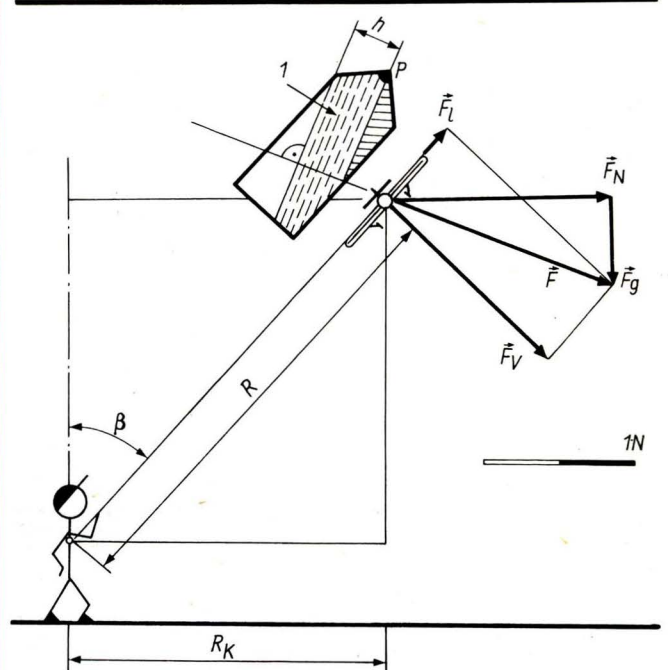
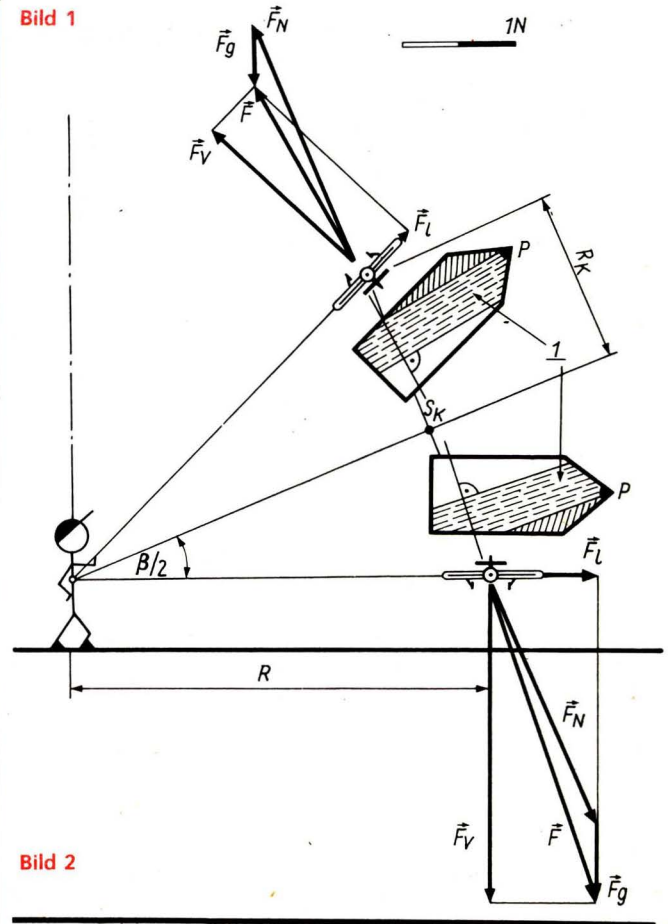

Bild 1
Bild 2
Betrachten wir Bild 1, so wird ersichtlich, daß unter der Wirkung der Kraft  $\vec{F}$  das Tankvolumen in zwei Teile aufgeteilt wird. Nur der Treibstoff, der sich im Bereich 1 befindet, kann bezüglich des Entnahmepunktes P dem Motor zugeführt werden. Das führt dazu, daß der Motor (trotz im Tank vorhandenen Treibstoffes!) im Steilkreis eher ausgehen wird als im Horizontalflug. Diesen Effekt macht man sich oft im Kunstflug zunutze, indem man das Modell auf maximale Höhe bringt und somit abschaltet, um das gegebene Zeitlimit einzuhalten.
$\rho$  ist die Dichte des Treibstoffes,  $h$  entspricht der Höhe zwischen dem Kraftstoffspiegel und dem Entnahmepunkt P. Vergleicht man Bild 1 mit Bild 2 in mbh 10'84, so stellt man fest, daß sich die Höhe  $h$  wesentlich verringert hat und somit der Druck reduziert wird. Da die Saugleistung des Motors als konstant angenommen werden kann, wird bei abnehmendem Treibstoffdruck eine geringere Kraftstoffmenge gefördert; der Motor „magert“ ab. Wir beachten diesen Umstand, indem wir den Motor für den Horizontalflug überfettet einstellen, damit er im Steilkreis unter optimalen Bedingungen läuft.
Um Rückschlüsse auf die Leinenspannung zu ziehen, zerlegen wir die Kraft  $\vec{F}$  bzw. die Beschleunigung  $\vec{a}$  in zwei Komponenten. Die Vektoren  $\vec{a}_V$  bzw.  $\vec{F}_V$  sollen die Richtung der Steuerleinen haben. Sie sind für die Leinenspannung verantwortlich.  $\vec{a}_N$  und  $\vec{F}_N$  stehen senkrecht dazu (Bild 1). Die Kraft  $\vec{F}_V$  wird durch den Auftrieb des Modells kompensiert. Für unser Berechnungsbeispiel sind die errechneten Werte der Tabelle zu entnehmen. Vergleichen wir die Kraft  $\vec{F}_V$  im Steilkreis mit der berechneten Kraft  $\vec{F}_N$  im Horizontalflug (siehe mbh 10'84), so stellen wir fest, daß die für die Leinenspannung verantwortliche Kraft im Steilkreis wesentlich geringer ist. Im ungünstigsten Fall kann dies bei großen Modellgewichten und im Vergleich dazu geringen Fluggeschwindigkeiten zu einem solchen Nachlassen der Spannung führen, daß das Modell nicht mehr steuerbar ist, was dann zwangsläufig zum Absturz führt.
bei einer merklichen Leinenspannung zulassen. Wenden wir uns nun dem Looping zu. In diesem Flugzustand führt unser Modell eine Kreisbewegung um den Punkt  $S_K$  (Bild 2) aus. Man berechnet den Radius der Kreisbahn mit
Addieren wir dazu die Erdbeschleunigung  $\vec{g}$  bzw. die Gewichtskraft  $\vec{F}_g$  so erhalten wir  $\vec{a}$  bzw.  $\vec{F}$ . Aus Bild 2 ist ersichtlich, daß die Beträge dieser Vektoren im Looping keine Konstanten sind, sondern wegen der Richtungsänderung von  $\vec{a}_N$  gegenüber  $\vec{g}$  variieren.  $\vec{a}$  und  $\vec{F}$  haben im oberen Totpunkt des Loopings ihr Minimum, im unteren Totpunkt ihr Maximum. Für den Treibstoff im Tanksystem bedeutet dies, daß der Druck entsprechend der Gleichung (6) proportional zu  $\vec{a}$  variiert. Im oberen Totpunkt magert unser Motor analog zum Steilkreis ab, im unteren Totpunkt überfettet er.